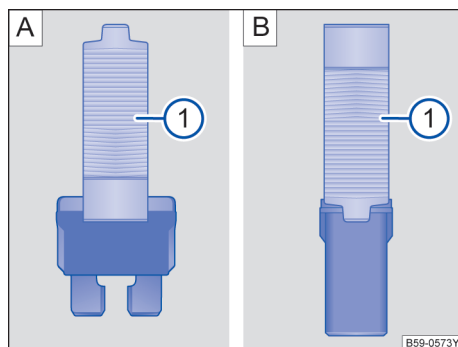

图 135 用塑料夹钳拔出或插入保险丝：A 扁平插入式保险丝；B 方块型保险丝
- 必要时将塑料夹钳→图 135 [1] 从相应保险丝盒的盖板中取出。
- 根据保险丝型号，将塑料夹钳的合适夹嘴→图 135 [A] [1] 或 →图 135 [B] [1] 从侧面推到保险丝上。